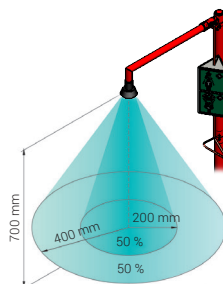

Imagen 2: Patrón de rociado
- Patrón de rociado:** A una distancia de 700 mm por debajo de la alcachofa, el 50% (± 10) del volumen de agua suministrada deberá caer dentro de un círculo de 200 mm de radio. Ver imagen 2.
Patrón de rociado: El agua debe distribuirse en forma de cono, de acuerdo con la imagen 2.